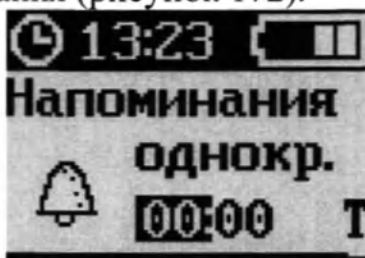

Рисунок 172 – Экран «НАПОМИНАНИЯ»
5. Нажать кнопку «ОК» для подтверждения ввода и перехода в установку времени срабатывания напоминания (рисунок 172).